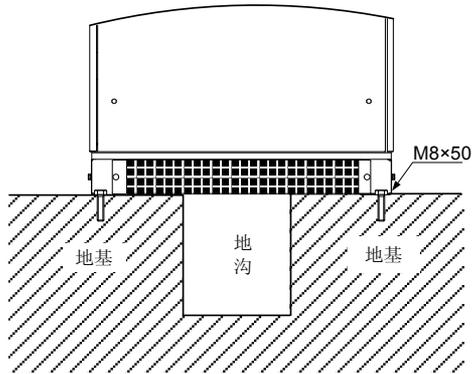

图 3-12 机柜固定示意图
- 步骤一：确认安装平面上的固定孔位和机器的安装孔位一致，固定孔位置详见图 3-12；